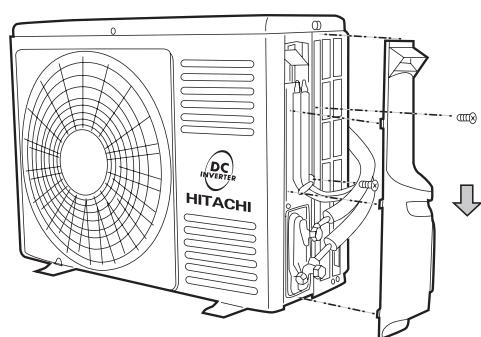
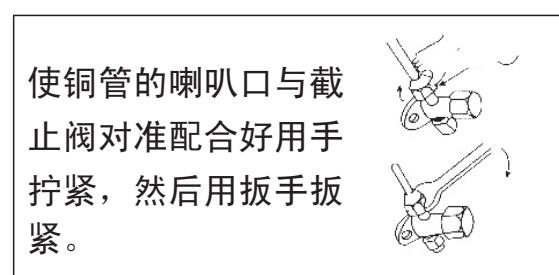

图35
图36
- (1) 将右侧板上边盖拆开。(如图35)
- (2) 将截止阀密封帽拆开。
- (3) 在截止阀与管的喇叭口处涂少许润滑油，然后按图36所示拧紧纳嘴。
- (4) 按图36所示用扳手牢固地将纳嘴扳紧，扭矩力按表(6)规定执行。